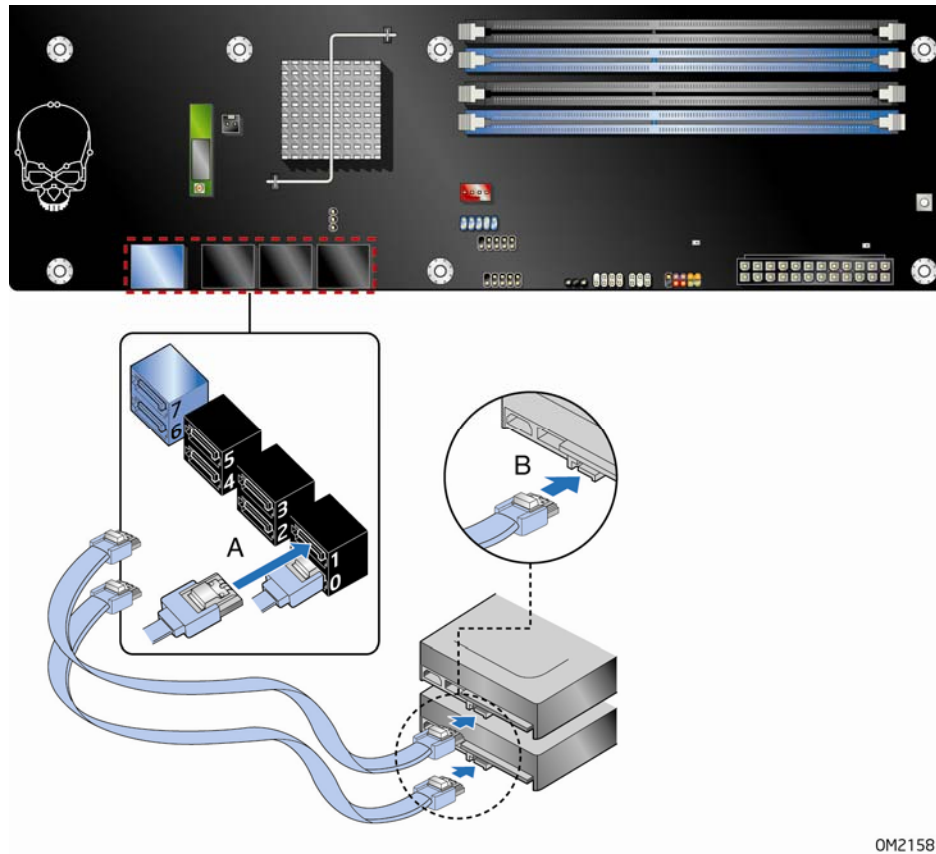

图 26. 连接串行 ATA 电缆
2. 将 SATA 电缆的一端连接到主板上的 SATA 连接器上（图 26 中的 A），而将电缆的另一端连接到 SATA 驱动器上（图 26 中的 B）。